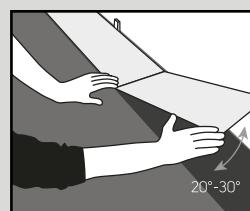

Fig. 2
- Instale la primera fila asegurándose de que los bordes cortos hacen clic entre sí (fig. 2).